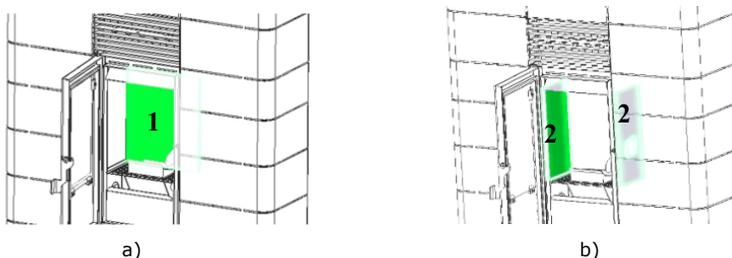

Figura 125 - Remoção peças em vermiculite
De seguida remover as peças em vermiculite, para isso deverá desencaixá-las dos apoios que a suportam, Figura 125. Para retirar estas é necessário seguir uma sequência, deve-se remover em primeiro a vermiculite posterior (1) e só depois as laterais (2).